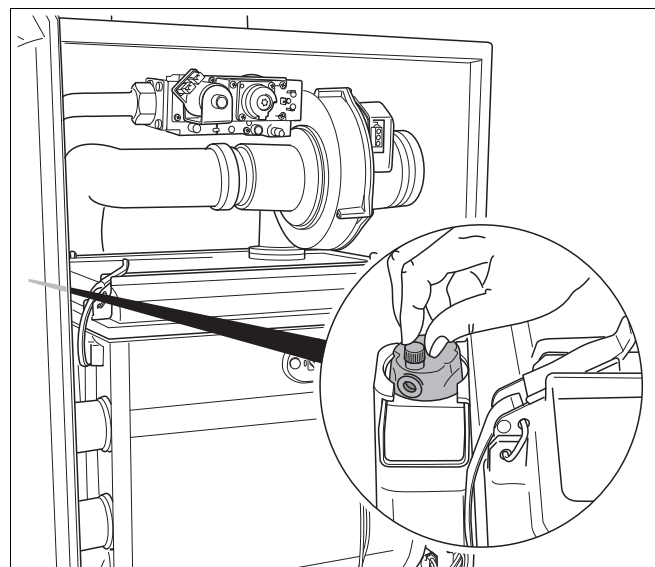

Fig. 54 Automatische ontluchter openen
Het cv-toestel is uitgevoerd met een automatische ontluchter (→ fig. 54) die dient voor ontluchting van het cv-toestel.
- Draai de dop van de automatische ontluchter links boven in het cv-toestel (→ fig. 54) één omwenteling los.